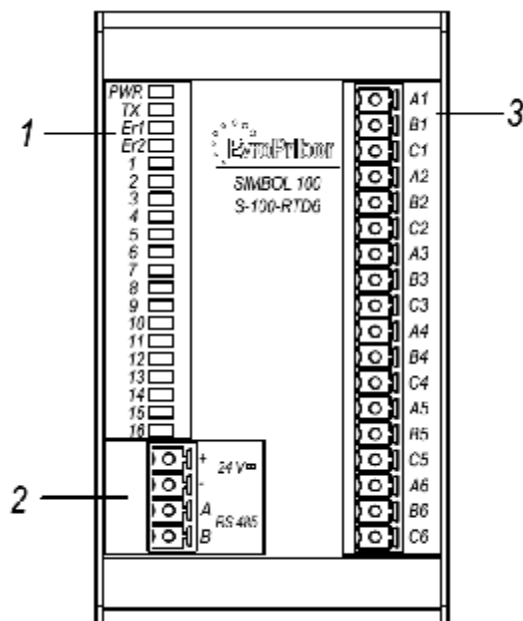

Рисунок 1.2 – Лицевая панель модуля S-100-RTD6
На лицевой панели модуля расположены следующие элементы (рисунок 1.2):
1.4.8.1 На лицевой панели модуля находится светодиодная линейка, индицирующая состояние модуля (см. рисунок 1.2):